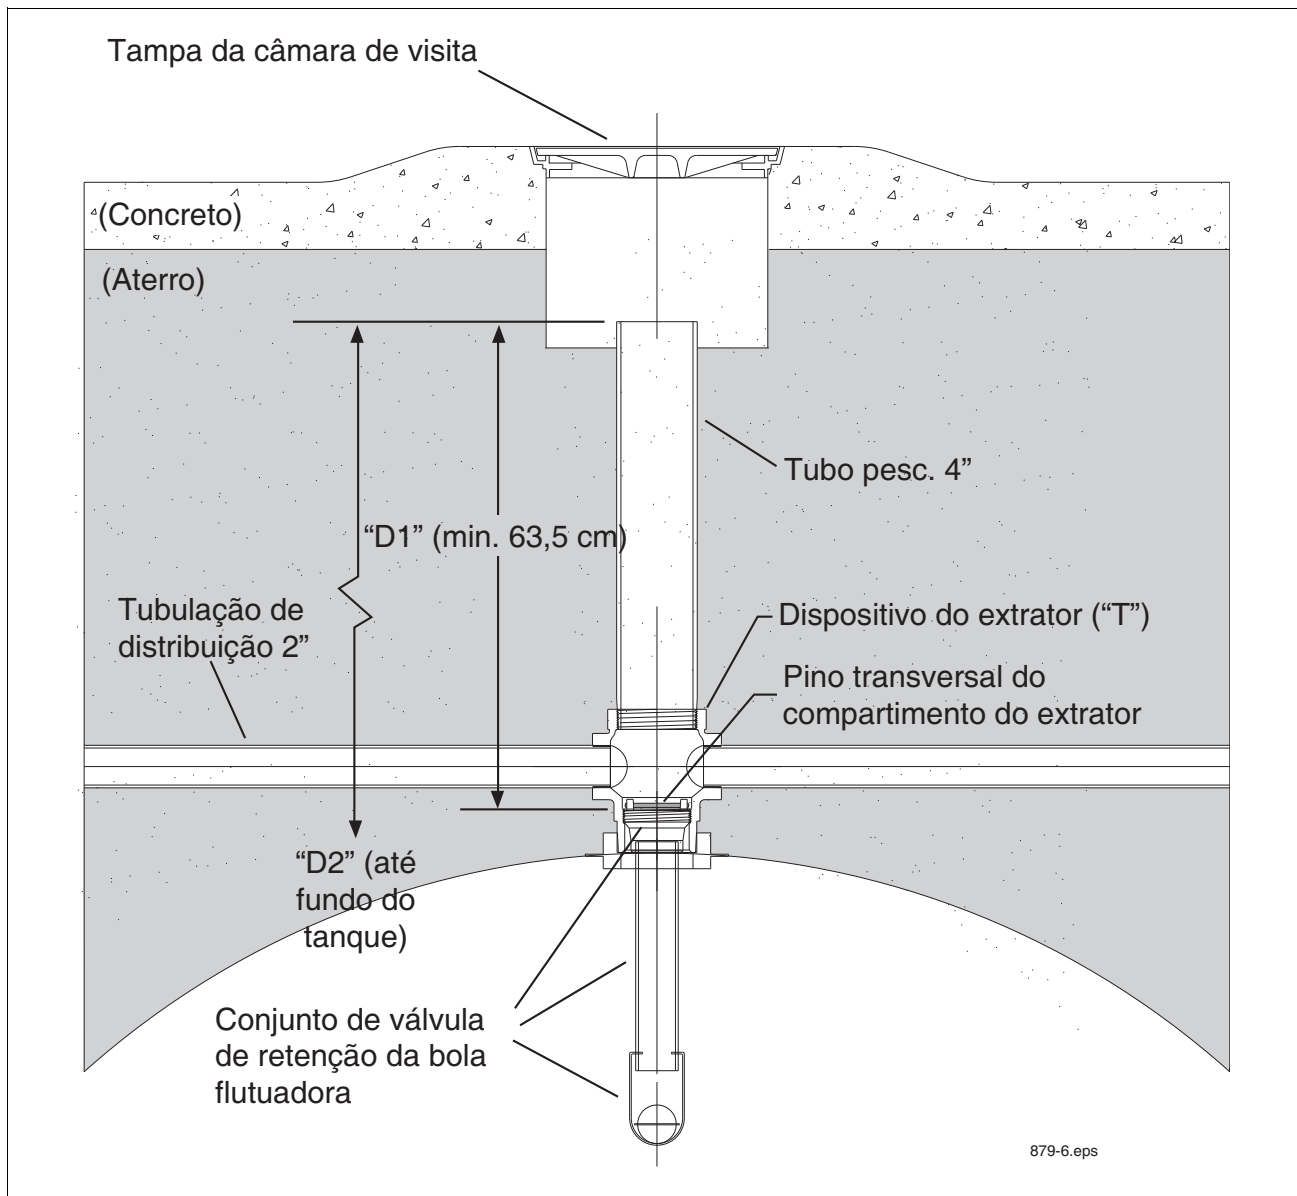

Figura 7. Determinação do comprimento da sonda Mag para instalação em um tubo pescador de extração de vapor
1. Meça a distância do topo do tubo pescador até o pino transversal do compartimento do extrator (ver Figura 7). Anote essa distância como “D1” (Importante: a dimensão “D1” deve ser de pelo menos 63,5 mm).
2. Use a chave de boca do extrator (Peça OPW número: 89-0044) para remover a válvula de retenção da bola flutuadora e o compartimento do extrator no fundo do tubo pescador 4" (ref. Figura 7 na página 14).